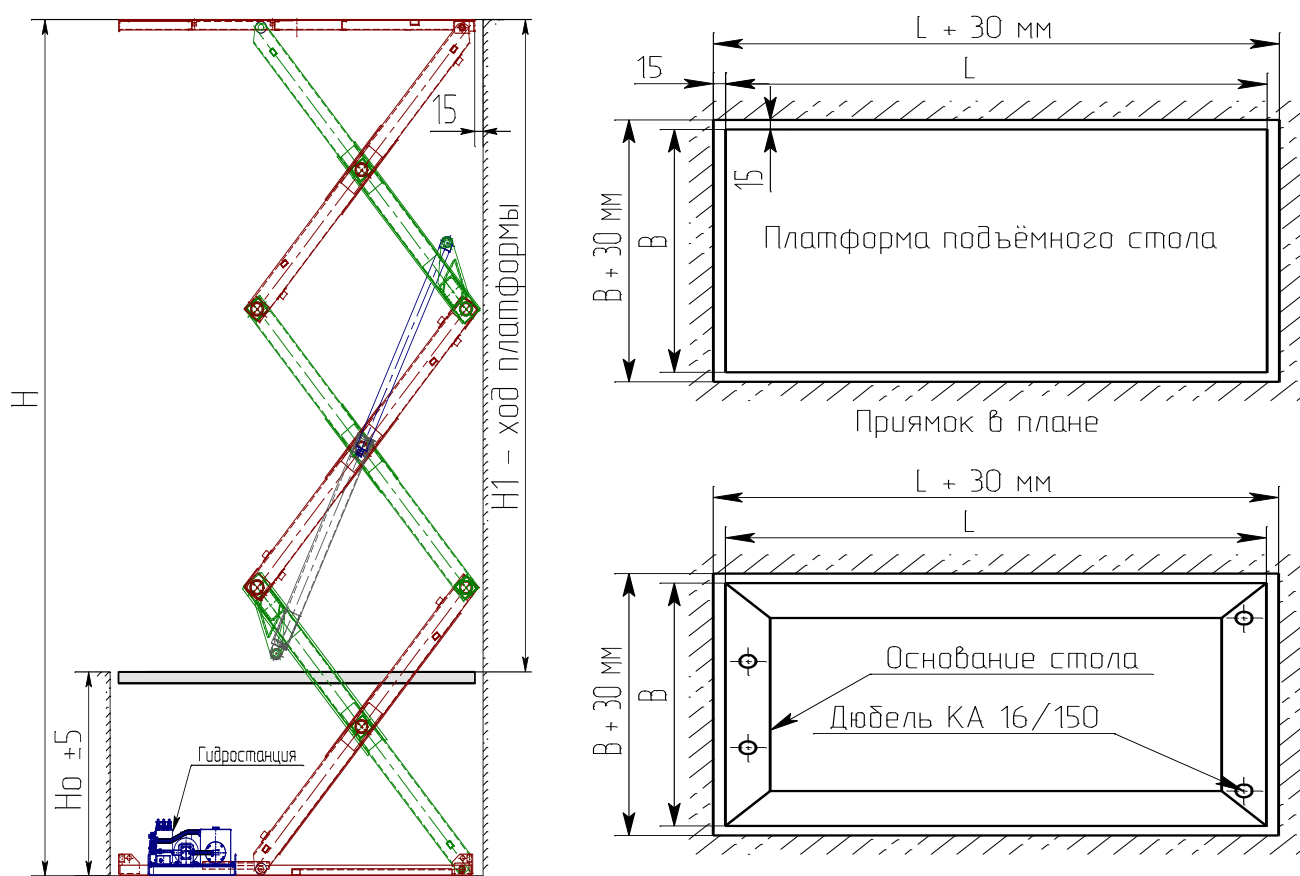

Рис. 8 Установка стола подъёмного
6.1.4. Стол монтируется в прямке (см. рис. 8) таким образом, чтобы были выдержаны зазоры между платформой и обрамляющим прямком уголком – 15мм по контуру. Гидростанция должна находиться в удобном для обслуживания месте.